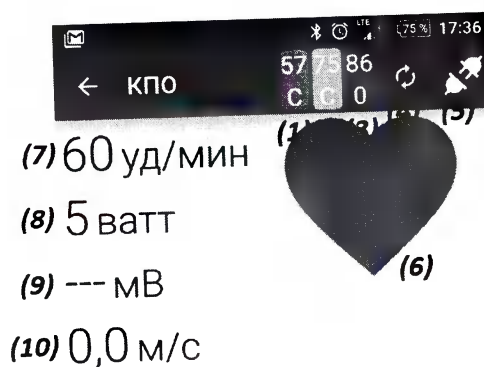

Рисунок 41 – Элементы индикации и управления Модулями
- иконки статуса модулей (1-3, рисунок 41), отображают уровень заряда аккумулятора модуля в процентах (число сверху) и текущее состояние записи (С-стоп, 3-запись) данных (для Модуля базового и Модуля инерциального дополнительного), или уровень сигнала сети сотовой связи (в процентах) для Модуля позиционирования и дальней связи;
- иконка принудительного обновления информации (4, рисунок 41);
- иконки «Подключение»/ «Отключение», для подключения и отключения Мобильного приложения с Модулями (5, рисунок 41);
- индикатор биения сердца (6, рисунок 41);
- частота сердечных сокращений (7, рисунок 41), ударов в минуту;
- развиваемая мощность (8, рисунок 41), в Ваттах;
- СКЗ огибающей миограммы (9, рисунок 41) в милливольтках (в состав стандартной комплектации Миографический модуль НЕ входит);
- скорость на плоскости (10, рисунок 41), метров в секунду.